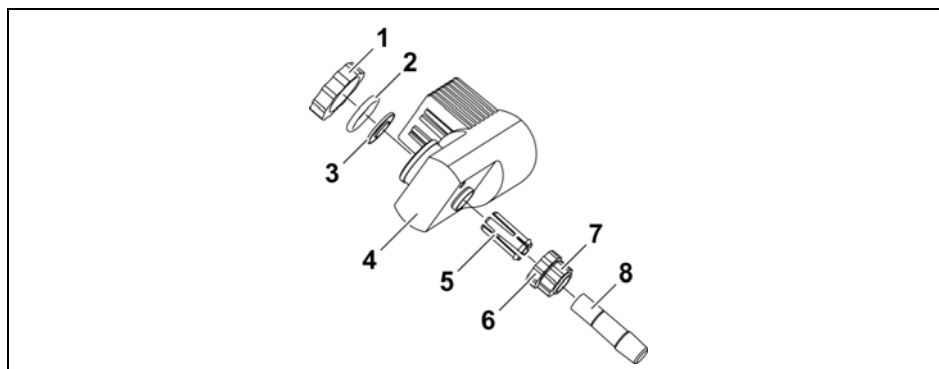

Figure 4-5 : Montage de la traversée de vapeur
4. Dévisser le raccord fileté de la traversée de vapeur (Figure 4-5 (6, 7)) de l'entraînement.
5. Retirer la douille de serrage (Figure 4-5 (5)).
6. Pousser le raccord fileté de la traversée de vapeur (Figure 4-5 (6, 7)) et la douille de serrage (Figure 4-5 (5)) avec le bourrelet sur la traversée de vapeur (Figure 4-5 (8)). S'assurer d'entendre un clic lors de l'insertion du bourrelet dans l'encoche de la traversée de vapeur (Figure 4-5 (8)).
7. Pousser la traversée de vapeur (Figure 4-5 (8)) avec les pièces pré-montées dans l'entraînement.
9. Visser à fond la traversée de vapeur (Figure 4-5 (8)) sur la tête d'entraînement (Figure 4-5 (4)) avec le raccord fileté de la traversée de vapeur (Figure 4-5 (6, 7)).